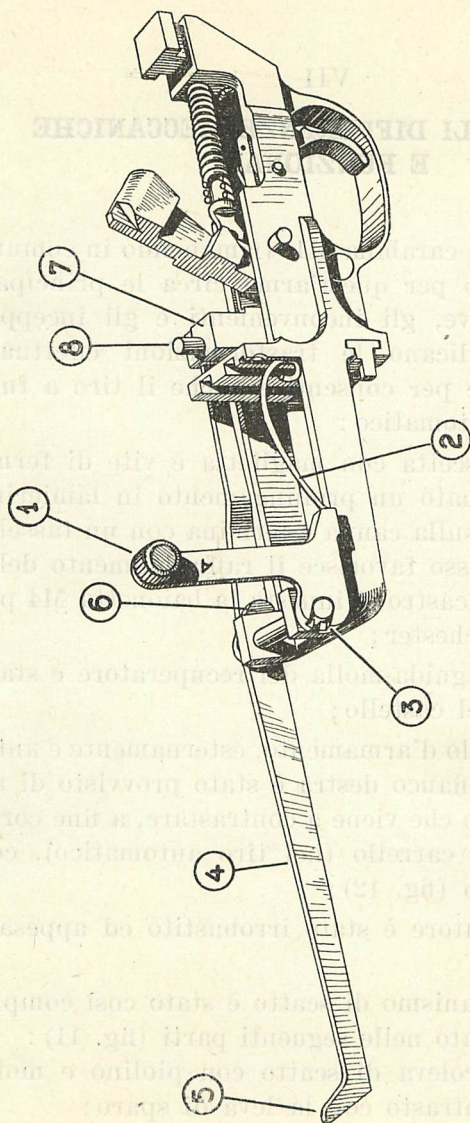

Fig. 11. - Carabina M2 - Telaio con meccanismi.
e) il meccanismo di scatto è stato così completato e modificato nelle seguenti parti (fig. 11) :